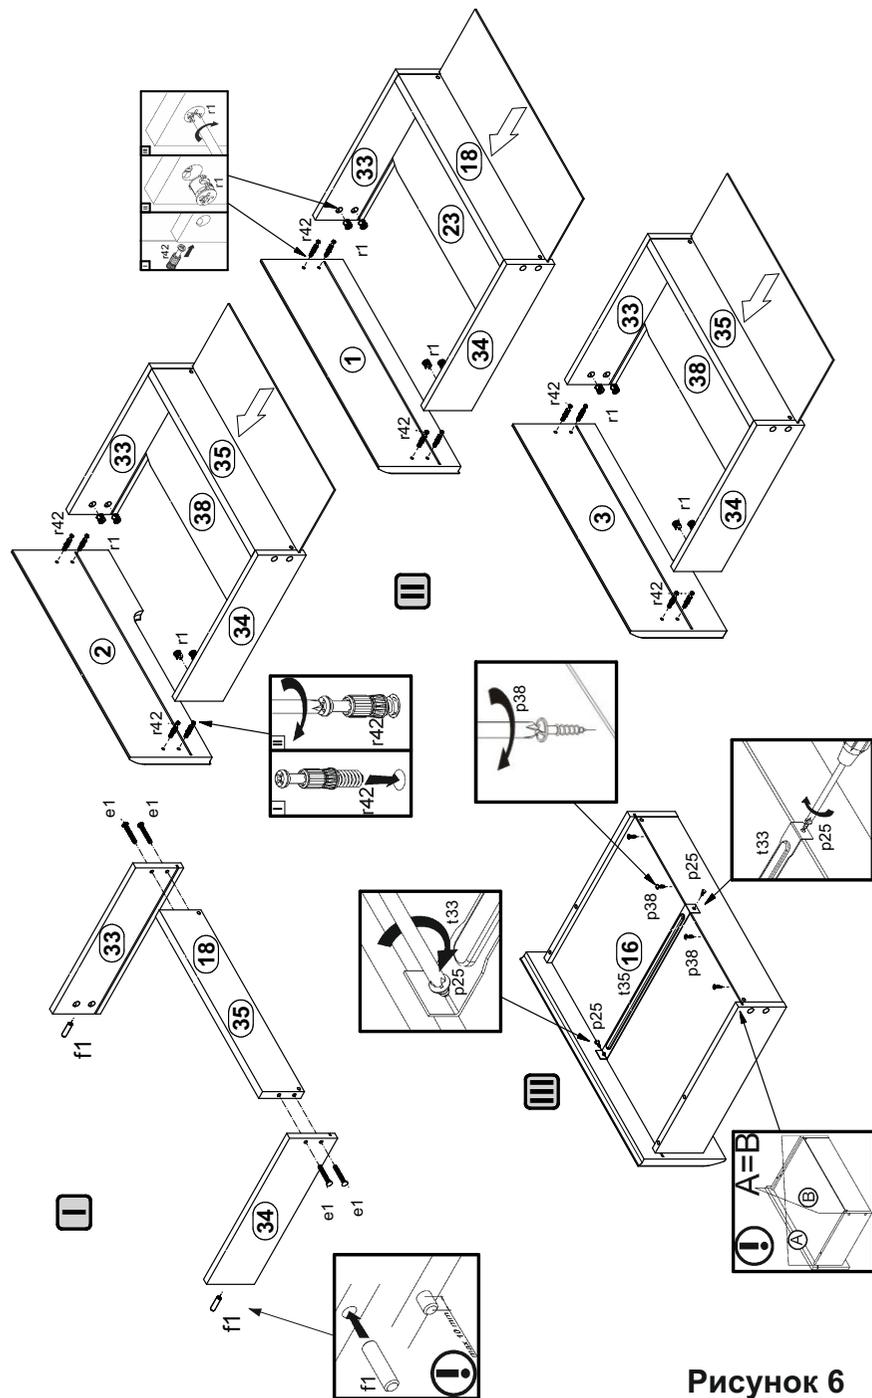

Рисунок 6
19. В отверстия $\varnothing 15$ мм на внутренних поверхностях стенок боковых ящиков 33, 34 вставить стяжки эксцентрикковые r1, в центральные торцевые отверстия $\varnothing 8$ мм вбить деревянные шканты f1 (см. рис. 6).
20. Соединить детали 33,34, 18, а также 33,34,35 с помощью конформатов e1, пользуясь ключом z1, вставить в пропилы на боковых и задних стенках собранных корпусов ящиков дно ящика 16, 38 (см. рис. 6).
21. В отверстия $\varnothing 5$ мм на внутренних поверхностях панелей ящиков 1, 2, 3 вкрутить винты стяжки r42 (см. рис. 6).